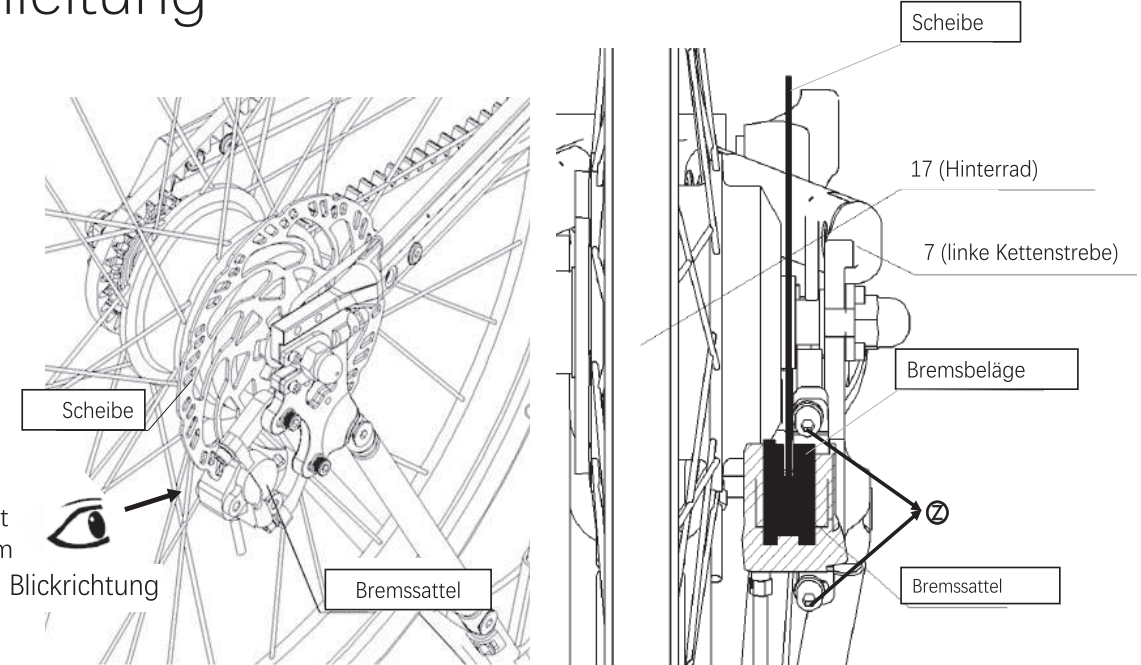

Abb. 41
e. Beobachten Sie nach Befestigung des Bremssattels, ob sich die Scheibe in der Mitte der Bremsbeläge befindet. Wenn nicht, lösen Sie die Schraube leicht und justieren Sie die Position des Bremssattels, bis die Scheibe in der Mitte ist, und ziehen Sie dann die Schrauben an \odot , wie in Abb. 41 gezeigt.